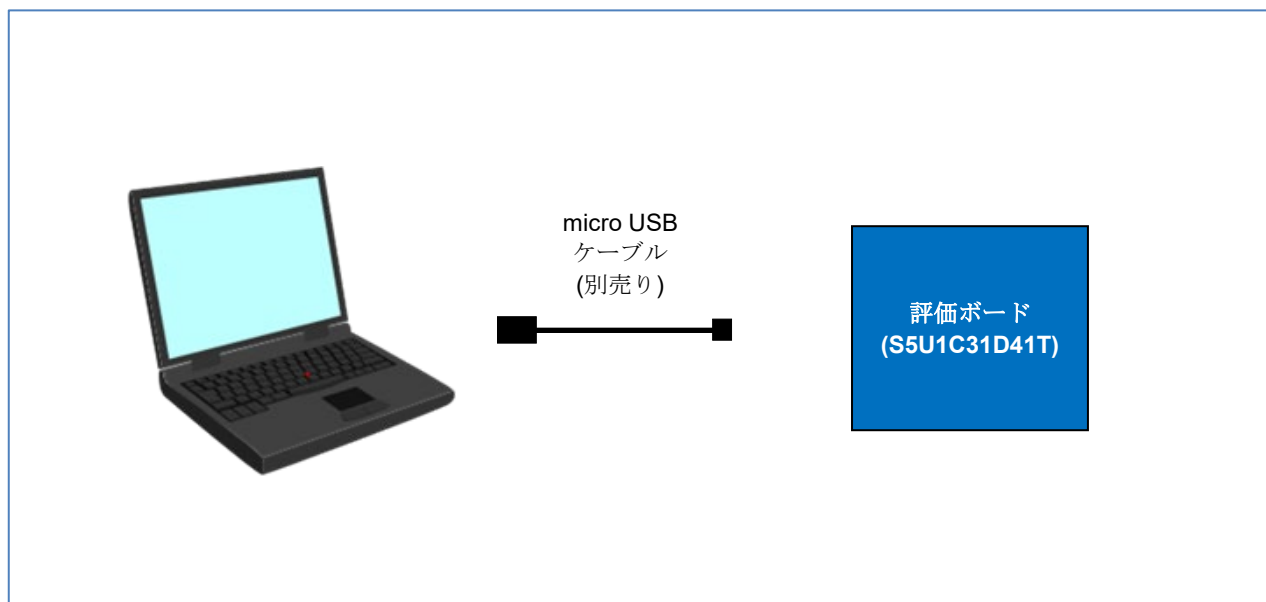

図 3.3.3.1 DAPLink を使用する場合のハードウェアの接続例\*1,\*2
- (1) 市販の micro USB ケーブルを用意します。
- (2) micro USB ケーブルのタイプ B 側を S5U1C31D41T ボードの CN4 コネクタに接続します。
- (3) micro USB ケーブルのタイプ A 側を IAR Embedded Workbench または MDK-ARM をインストール済みの PC の USB ポートに接続します。接続すると、PC にデバイスドライバが自動で設定されます（図 3.3.3.1 参照）。
\*1: 図 3.3.3.1 は、S5U1C31D41T ボードに搭載されているデバッグ機能(DAPLink)を使用して動作させた場合の例です。